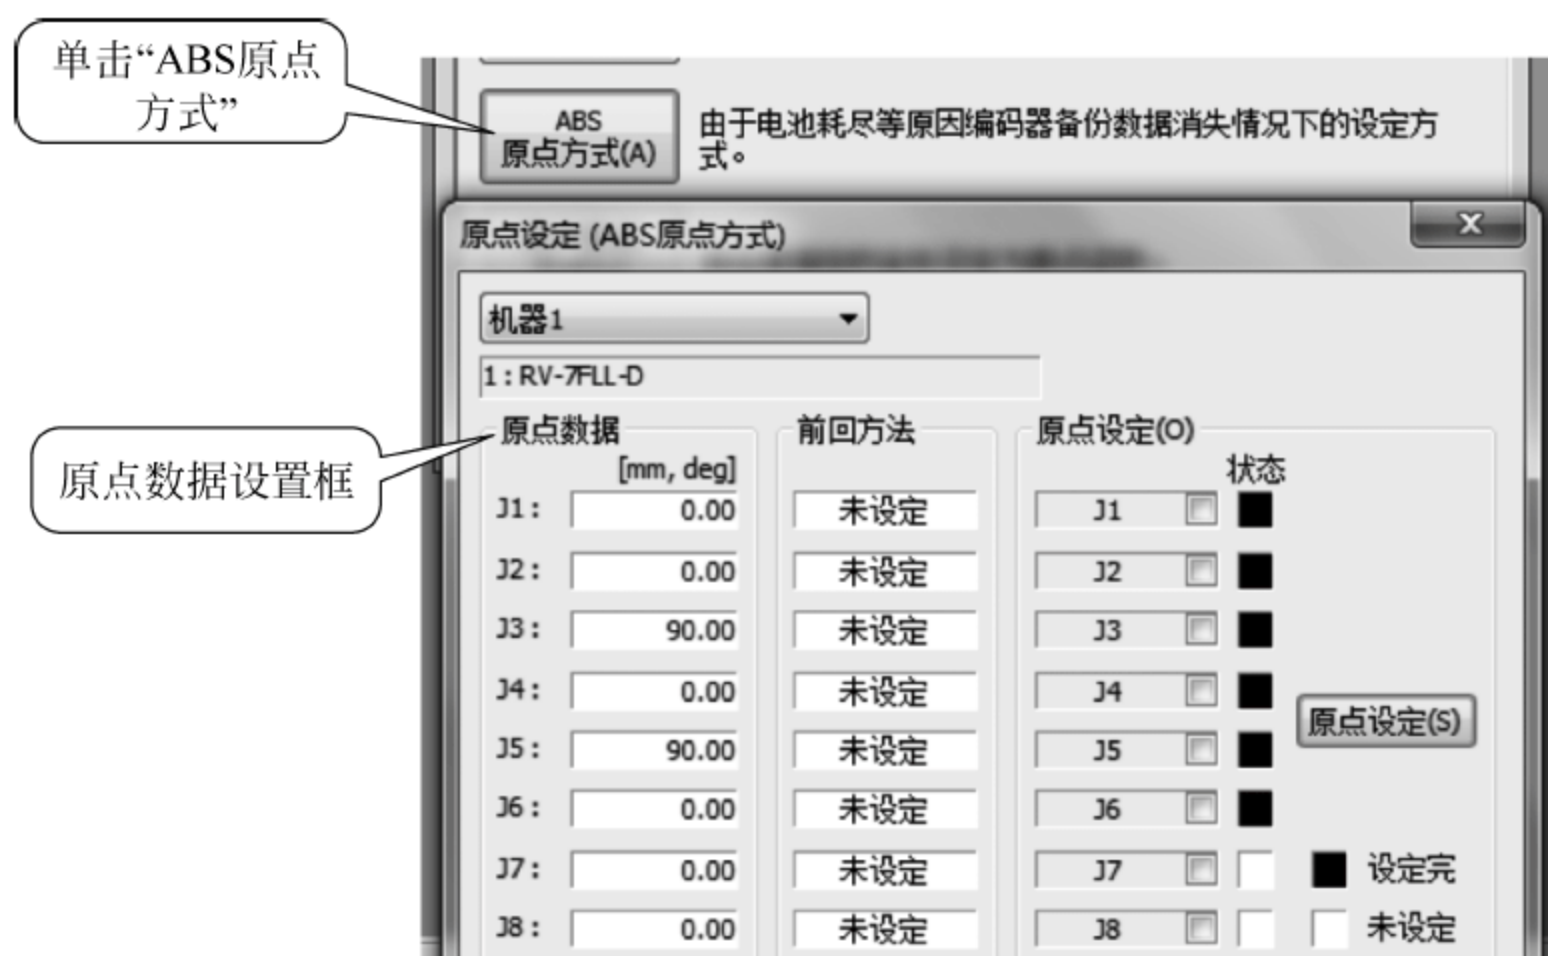

图 30-45 ABS 方式设置原点数据画面
操作方法: 如图 30-45 所示。
(1) 单击原点数据画面中的“ABS 方式”按钮,显示画面如图 30-45 所示;
(2) 将机器人各轴移动到三角符号“ $\Delta$ ”对齐的位置;
(3) 选中需要做原点设定的轴的复选框;
(4) 单击“原点设定”按钮(原点设置完成)。